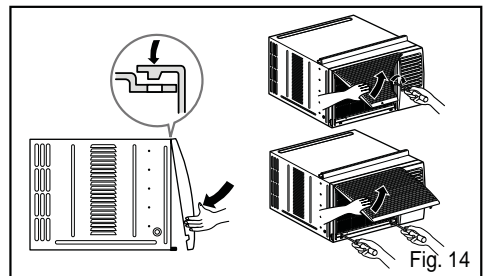

Fig. 14
8. Serrez la grille avant au boîtier en insérant les anneaux sur la grille dans les anneaux à l'avant du boîtier. Poussez la grille jusqu'à ce qu'elle se mette bien en place. (Voir Fig. 14)
9. Soulevez la grille d'entrée d'air et sécurisez là avec une vis (Type A) passée à travers la grille avant. (See Fig. 14)